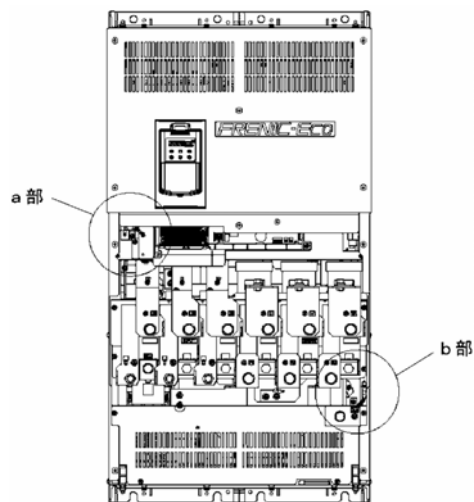

图 10.10 变频器内部配置 (FRN200F1S-4C, FRN220F1S-4C)
- ① 取下上表面的面板。(请参照 第2章「2.3 配线」)
- ② 变更变频器内部配置(图 10.10)的 a 部和 b 部的配线。